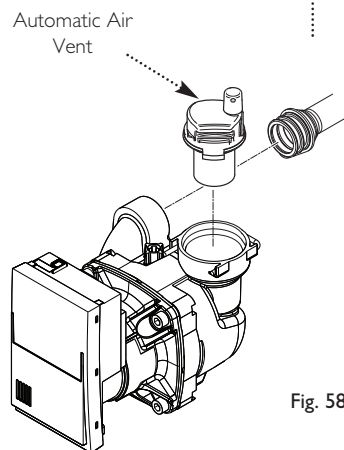

Fig. 58
13.14 Pump - Complete (Fig. 58)
13.15 Automatic Air Vent (Fig. 58)